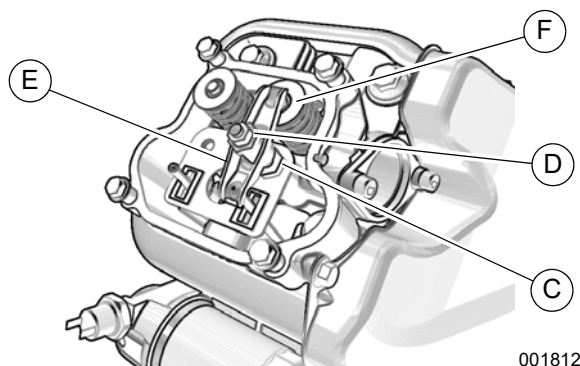
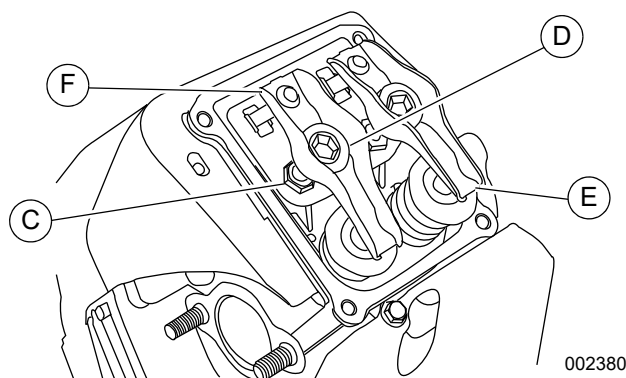

Figura 4-7. Ajuste da folga das válvulas (10 kW)
Figura 4-8. Ajuste da folga das válvulas (20 a 24 kW)
6. Consulte **Figura 4-7** ou **Figura 4-8**. Verifique a folga da válvula entre cada braço oscilante (E) e a haste da válvula (F) com um calibrador.
Consulte **Figura 4-7** ou **Figura 4-8**. Proceda da seguinte forma para ajustar a folga da válvula: